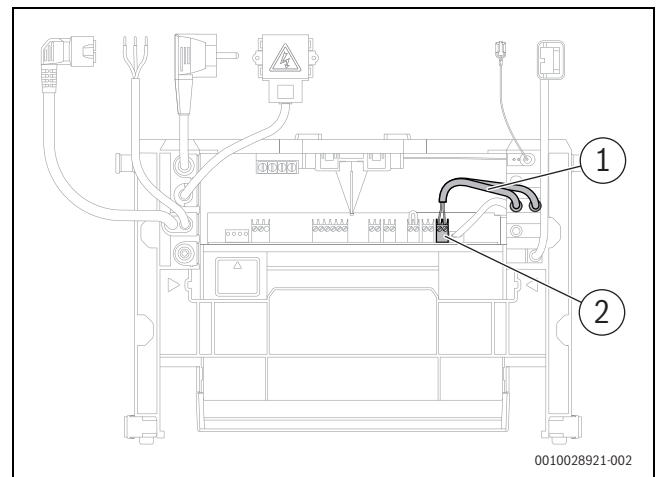

Bild 104 EMS-BUS-Kabel des Solarmoduls SM100 und der Bedieneinheit auf der Niederspannungsseite anschließen
- ▶ Die Doppel-Zugentlastung mit den beiden EMS-BUS-Kabeln in die Aufnahme am Steuergerät einsetzen (→ Bild 104, [1]).
- ▶ Stecker mit den beiden Kabeln am BUS-Steckplatz anschließen (→ Bild 104, [2]).